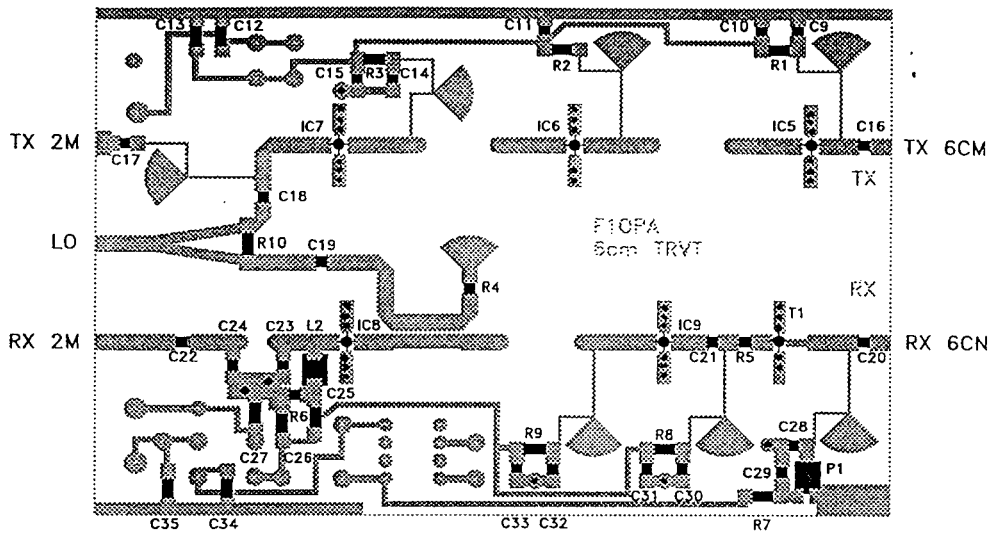
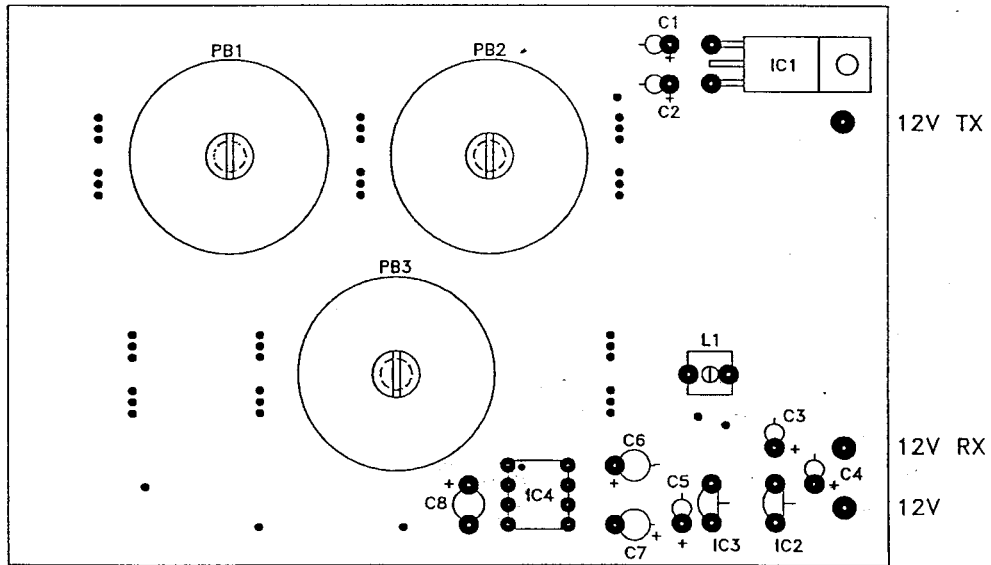

Fig 4 : Coté pistes
Fig 5 : Coté composants
** Implantation des composants (Fig 4, Fig 5)*